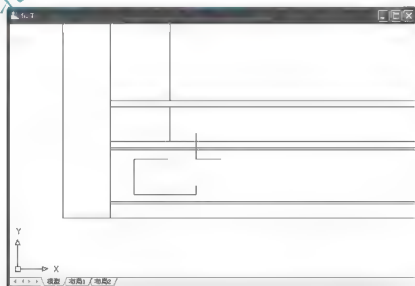

图 5.9 绘制造型左下角点
(3) 单击【绘图】工具栏上的【矩形】图标，启动【矩形】命令。
① 在指定第一个角点或 [倒角(C)/标高(E)/圆角(F)/厚度(T)/宽度(W)]: 提示下，输入造型左下角点相对于坐标基本点的坐标“@520, 60”后按 Enter 键。这样就绘出矩形的左下角点，如图 5.9 所示。